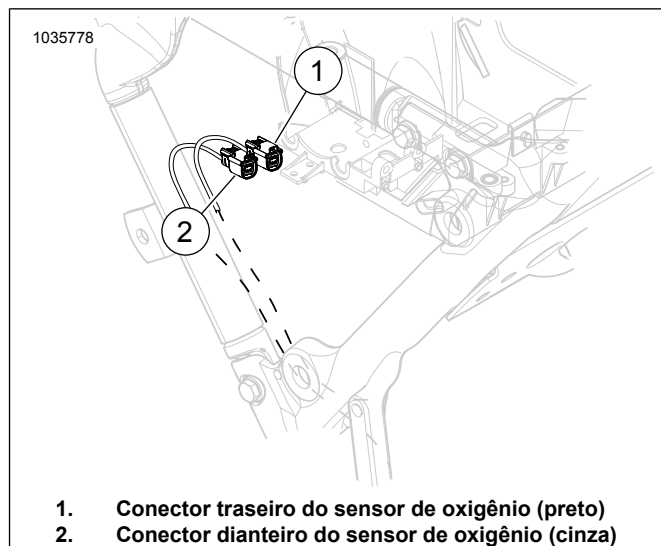

Figura 1. Localização do sensor de oxigênio dianteiro e traseiro
6. Veja Figura 1 . Desconecte os conectores dos sensores de oxigênio dianteiro e traseiro (1, 2).